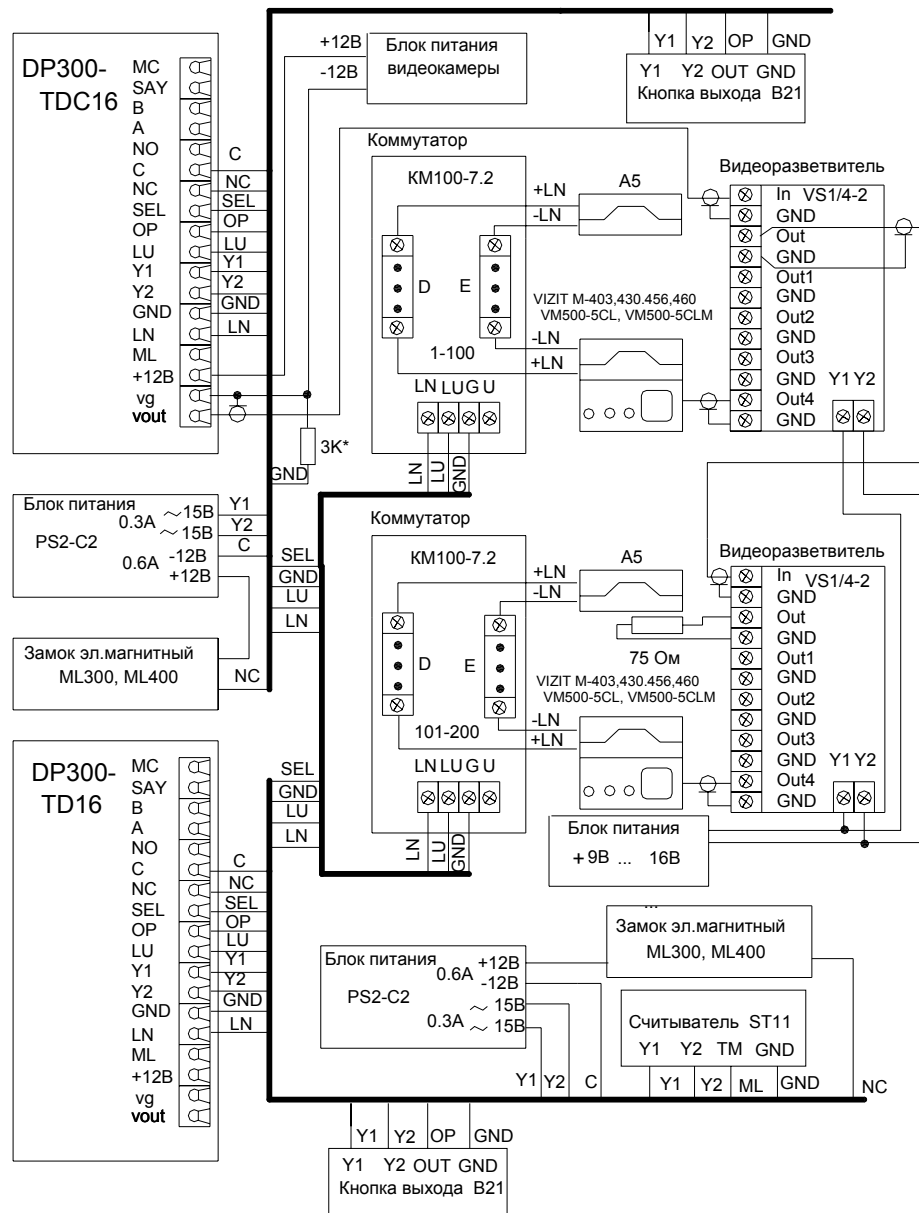

Рис.3 Пример схемы подключения DP300-TDC16 в составе домофонного комплекса.
- "занято" – показывает, что разговорная линия занята другим блоком вызова, параллельно подключенному к данному блоку вызова (см.рис. 3)
Блок вызова соединяется с остальными блоками системы согласно приведенной монтажной схеме (рис.3).
Для подключения видеокамеры необходимо использовать дополнительный блок питания стабилизированным напряжением 12 В и током не менее 150 мА (например БП1-А). Выходной видеосигнал подается на вход видеоразветвителя или монитор по коаксиальному кабелю волновым сопротивлением 75 Ом. Схема подключения видеокамеры представлена на рис. 3.
Блок питания подключается к замку и блоку вызова согласно приведенной монтажной схеме (рис.3). Блок питания и коммутатор имеет специальные клеммные колодки для подключения проводов с соответствующими обозначениями. Для подключения блока питания к сети 220 В **обязательно(!)** должна быть установлена розетка.
С абонентскими пультами коммутатор соединяется согласно приведенной монтажной схеме (рис.3) по двум десятипроводным шинам, проложенным в стояке
Пульт подключается к соответствующим проводам (клемма «+» пульта к шине десятков D0..D9 коммутатора, клемма «-» к шине единиц E0..E9 коммутатора). Схема соединений блоков комплекса приведена на рис.3.
Электромагнитный замок подключается к блоку питания и к блоку вызова согласно схеме на рис.3. Цепи коммутации электромагнитного замка в блоке вызова содержат схему размагничивания. При подключении следует соблюдать полярность напряжения, указанную на схеме, во избежание выхода из строя блока вызова.